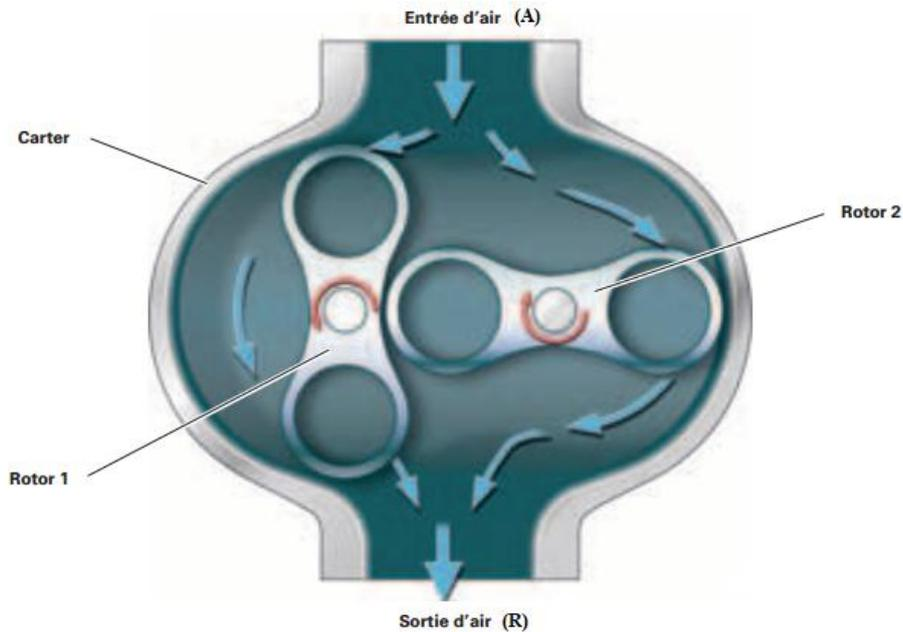

Figure 4-11 Principe de base de fonctionnement d'un compresseur à lobes
Ils sont généralement composés de deux rotors à dents à profils conjugués logés dans un carter. Les deux rotors sont entraînés en rotation inversée par un engrenage placé à l'extérieur de la chambre du compresseur qui assure en même temps la synchronisation et permet de effectuer des cycles d'aspiration, compression puis refoulement et cela en masquant ou dégageant des orifices d'aspiration (A) et de refoulement (R) pratiqués sur les côtés du carter (figure 4-11).